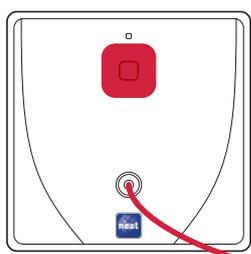

Fig. 1 Parte frontal de PUSH+PULL
- 9 Tire de la cuerda desde el lado frontal (Fig. 1) para realizar una prueba.